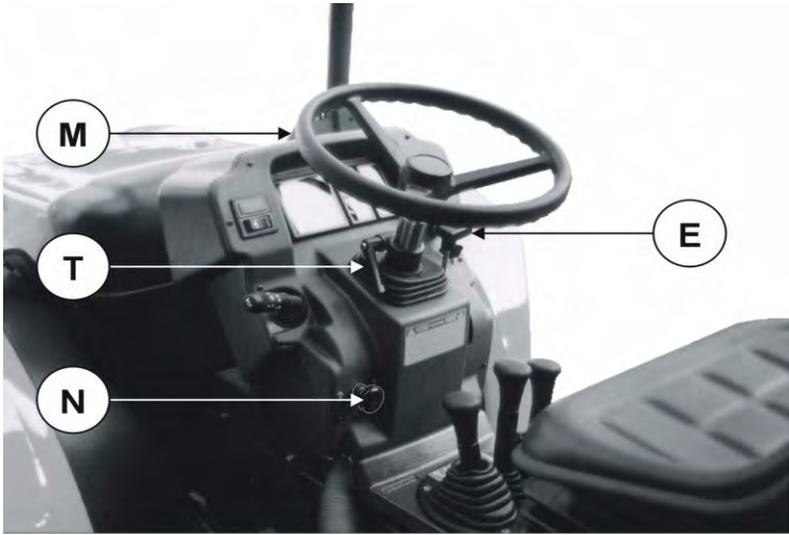

Abb. 10
E. HANDGASPEDAL (Abb. 10)
M. LENKRAD (Abb.10)
Das Lenkrad, direkt mit der Drehsteuerung der Lenkhydraulik verbunden, bewirkt durch Drehung das Einströmen des Hydrauliköls in den doppelt wirkenden Zylinder und damit den Lenkeinschlag der Vorderräder. So wird der manuelle Kraftaufwand vermindert und die Lenkung ist dadurch sehr sensibel und direkt. Sollte das Hydrauliksystem der Lenkung aus irgendeinem Grund ausfallen, kann der Traktor dennoch gelenkt werden, dies allerdings unter erheblich größerer manueller Anstrengung. In diesem Fall arbeitet die Hydrauliksteuerung sozusagen als Handpumpe. Dies geschieht ebenfalls, wenn der Traktor bei abgestelltem Motor gelenkt werden muss. Das Lenkrad ist durch Bedienung des Hebels **T** höhenverstellbar (**Abb.10**).